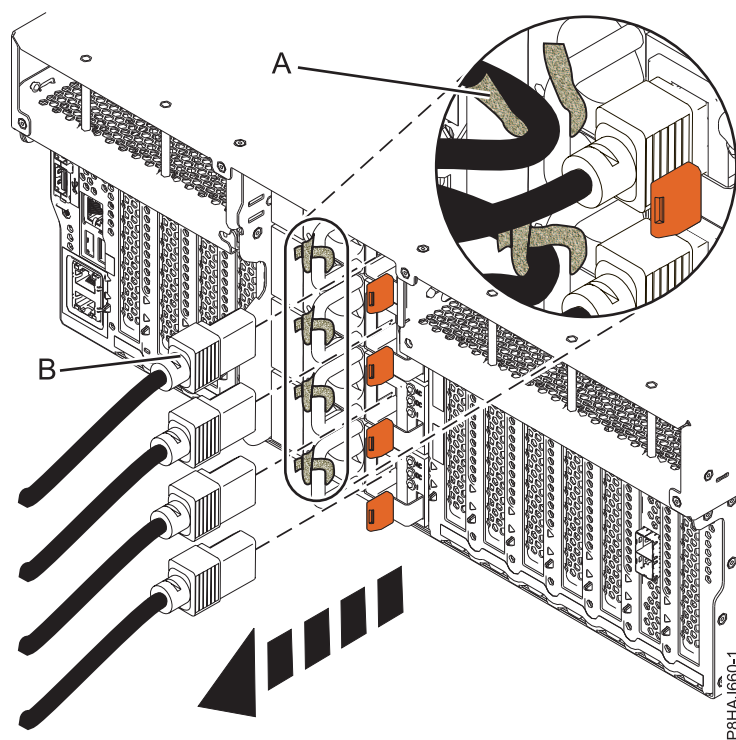
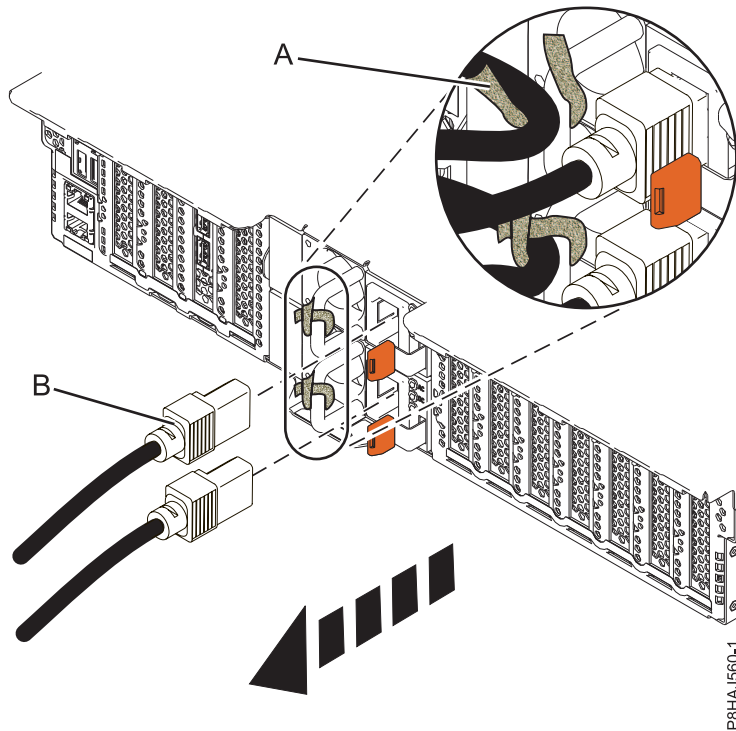
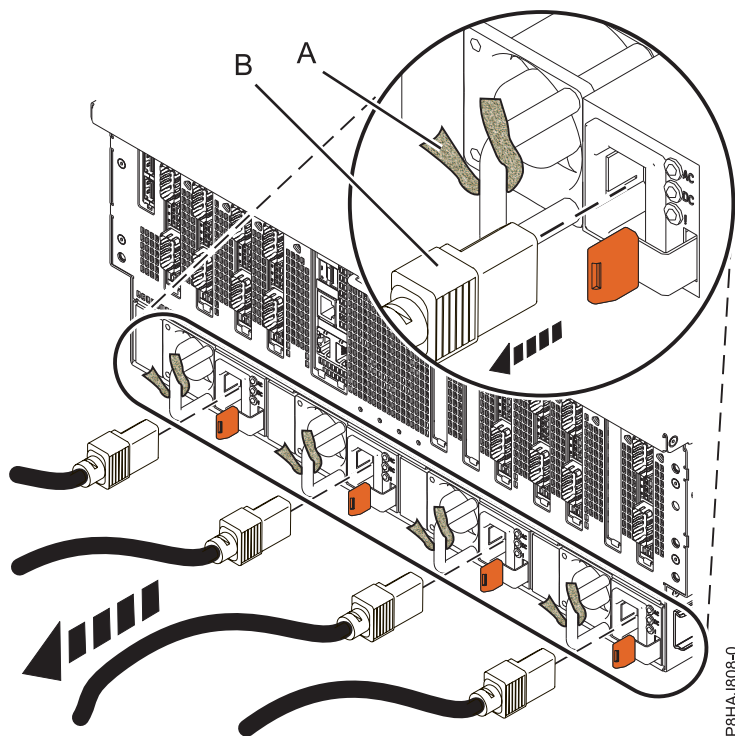

Figura 52. Remover os cabos de alimentação de um sistema 8247-42L, 8286-41A ou 8286-42A
Figura 53. Remover os cabos de alimentação de um sistema 5148-21L, 5148-22L, 8247-21L, 8247-22L, 8284-21A ou 8284-22A
Figura 54. Remover os cabos de alimentação de um sistema 8408-44E ou 8408-E8E
3. Desligue os cabos de alimentação (**B**) da unidade de sistema. Consulte as figuras Figura 52 na página 67, Figura 53 na página 67 ou Figura 54 na página 68 em função do tipo de sistema.